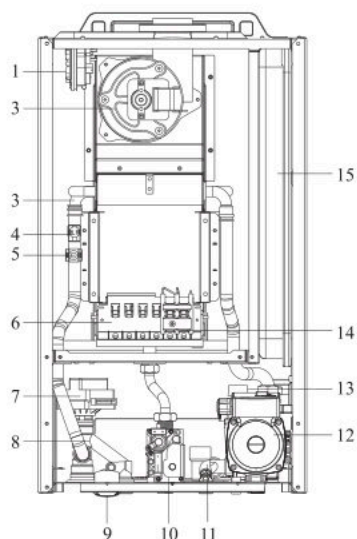

Рис. 2
3.5 Внутреннее устройство изделия (рис. 2)